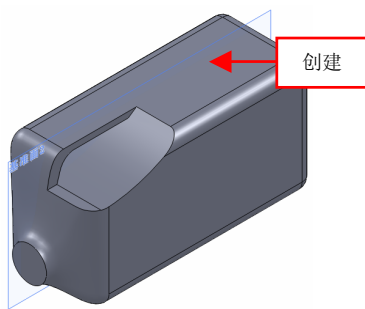

图 16-30 创建基准面 2
(6) 单击【基准面】按钮, 弹出【基准面】属性管理器, 选取右视基准面对象, 设置【距离】为 1, 选中【反转】复选框, 单击【确定】按钮, 创建基准面 2, 如图 16-30 所示。